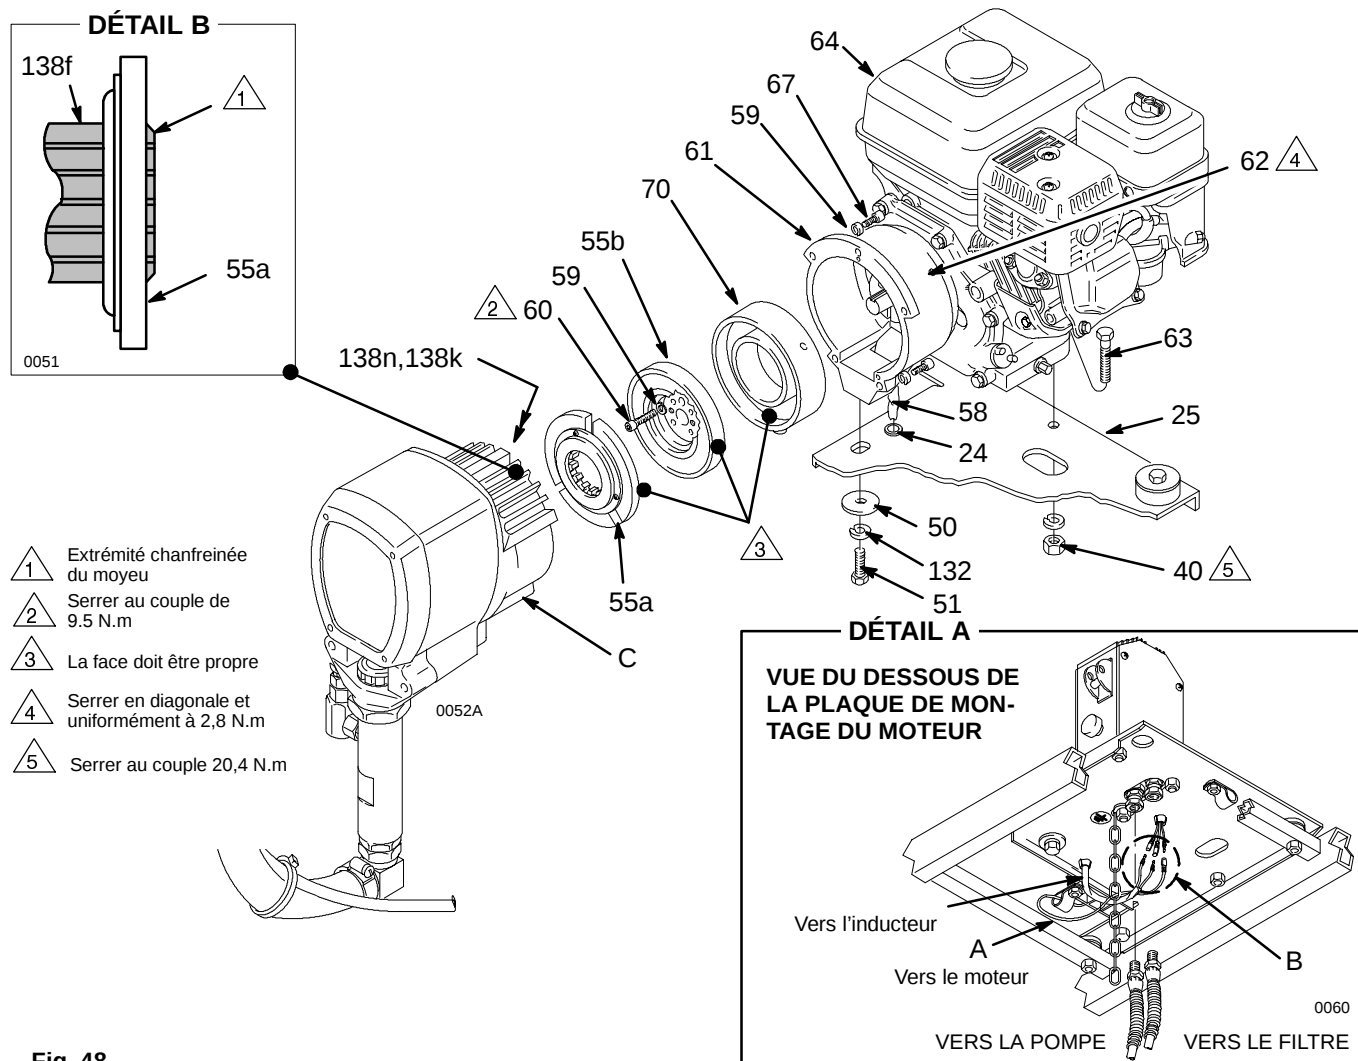

Fig. 48
5. Placer l'**ensemble moteur (64)** sur le chariot. Aligner les trous de montage. Enfiler le câble moteur (A) dans le collier à l'arrière de la plaque de montage (25). Voir **DÉTAIL A**. Faire passer le faisceau de câblage (58) venant de l'inducteur à travers le passe-fil (24) de la plaque de montage (25). Monter les vis à épaulement cannelé (63) et les écrous (40) et les serrer au couple de 20,4 N.m. Monter les vis à tête (51), les rondelles d'arrêt (132) et la rondelle (50) par le dessous de la plaque de montage du moteur afin de fixer le carter d'embrayage (61). Raccorder le câble du moteur (A) au fil rouge, et brancher les fils noir et blanc de la commande de pression au point **B**, comme l'illustre le **DÉTAIL A**, Fig. 48.
6. Nettoyer la face de l'induit (55a). Après avoir orienté le côté plat de l'induit face au rotor (55b) faire glisser l'induit sur le moyeu (138f) de l'ensemble carter d'entraînement/carter de pignonnage jusqu'à ce que l'extrémité biseautée du moyeu (138) dépasse de l'induit. Voir le **DÉTAIL B** de la figure 48. Une résistance importante doit être rencontrée. Fixer l'entretoise en carton fournie avec le kit d'embrayage sur la face de l'induit. Engager les cannelures sur l'entretoise à l'aide des fentes de l'induit.
7. S'assurer que la face du **rotor (55b)** et l'inducteur (61) sont bien exempts d'huile et de toute impureté. Monter le rotor, les rondelles-frein (59) et les vis à tête (60). Serrer les vis au couple de 9,5 N.m. Voir la Fig. 48.
8. Monter l'ensemble **carter de transmission/carter de pignonnage (C)** sur le carter d'embrayage à l'aide des vis à tête (67) et des rondelles d'arrêt (59). Voir Fig. 48.